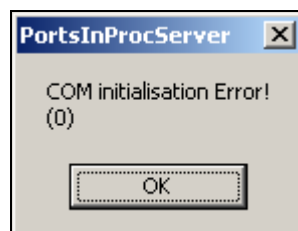

Рисунок 6
2.2.3.1 Если на ПК установлена ОС Windows 2000, может возникнуть ситуация, когда после установки ПрО «Монитор-100» при попытке запуска появится ошибка (см. рисунок 6).